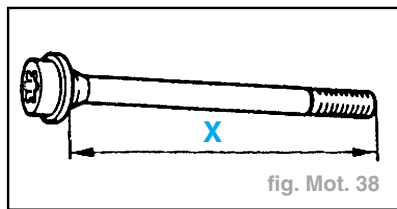

fig. Mot. 38
- (X) doit être inférieure à **171,5 mm** (fig. Mot. 38).